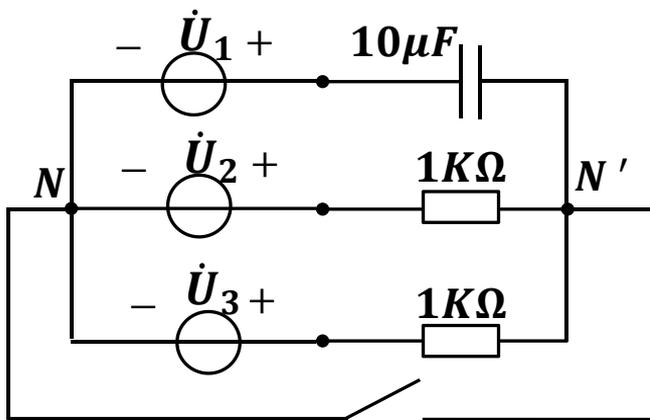
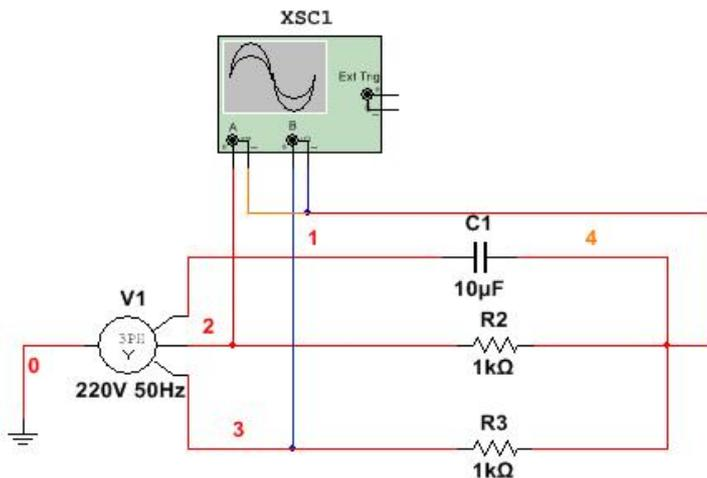

图5
图6
2) 相序的判定。三相三线制电路如图5所示，相电压的有效值为220V，频率为50Hz，仿真电路如图6所示，记录两路电阻负载的输出电压波形图，根据测量结果，判别三相不对称负载的相序，并将相序标注在图5中。